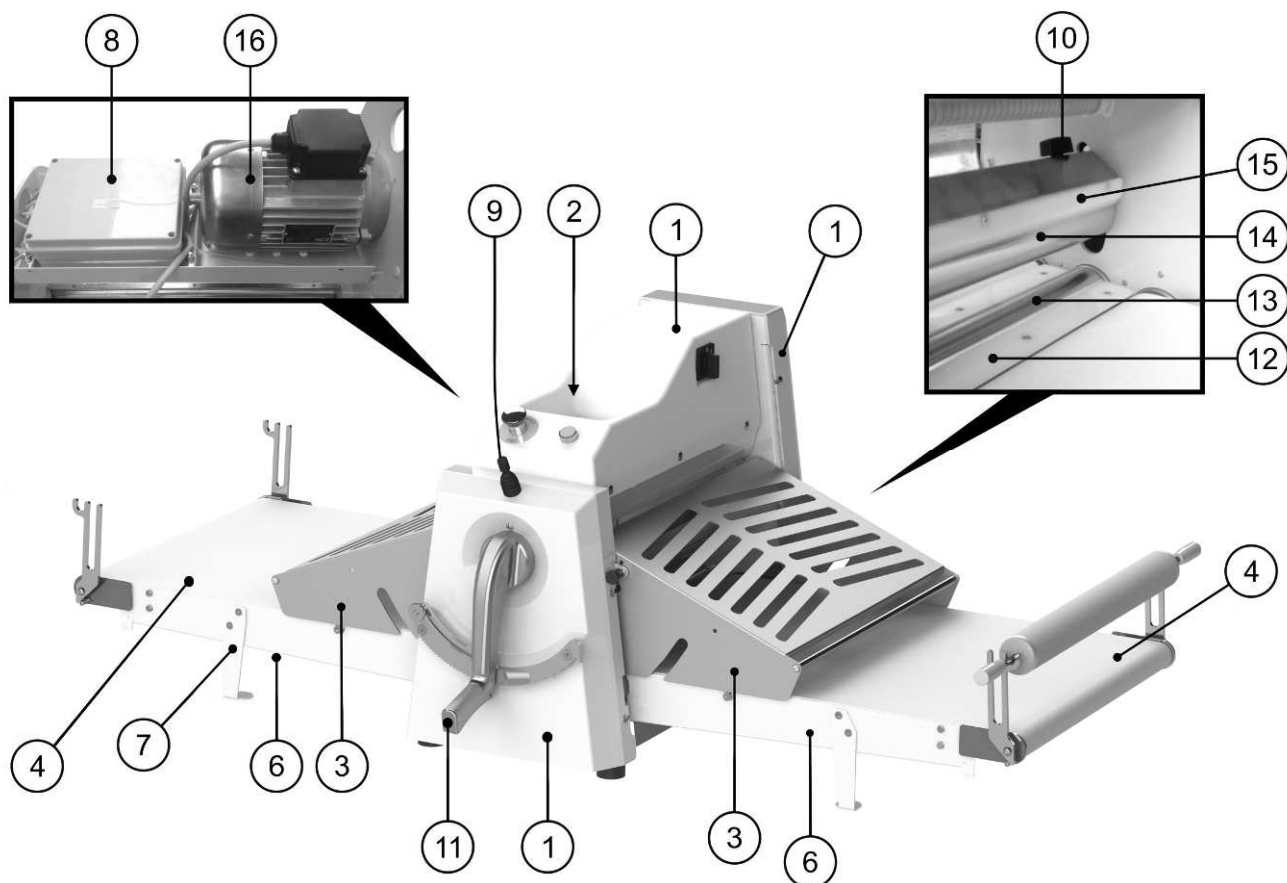
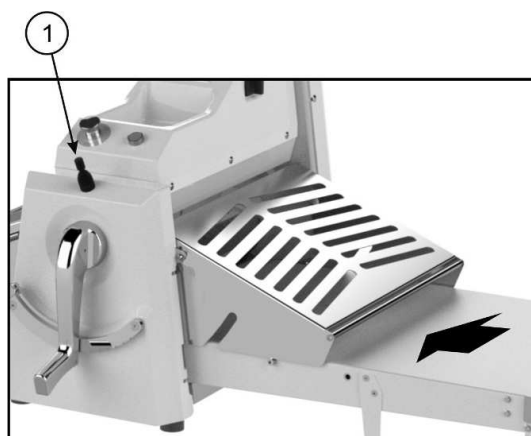

Рисунок 1
Рисунок 8
Настольная модель RC55B состоит из следующих рабочих частей (Рисунок 1):
ВАЖНО! Во время первого запуска рабочего режима оборудования необходимо проверить соединения фаз. Произвести запуск оборудования согласно изложенным в этом разделе инструкциям 3.4.3 переместить рычаг влево (рис. 1 Рисунок 8): лента должна двигаться справа налево (как указано на рисунке).
- Прежде, чем приступить к эксплуатации тестораскаточной машины необходимо проверить фиксацию колёс (см. Рисунок 8)
- Проверить закрытие всех защитных покрытий оборудования из. 3 Рисунок 1 (в противном случае запуск оборудования невозможен)